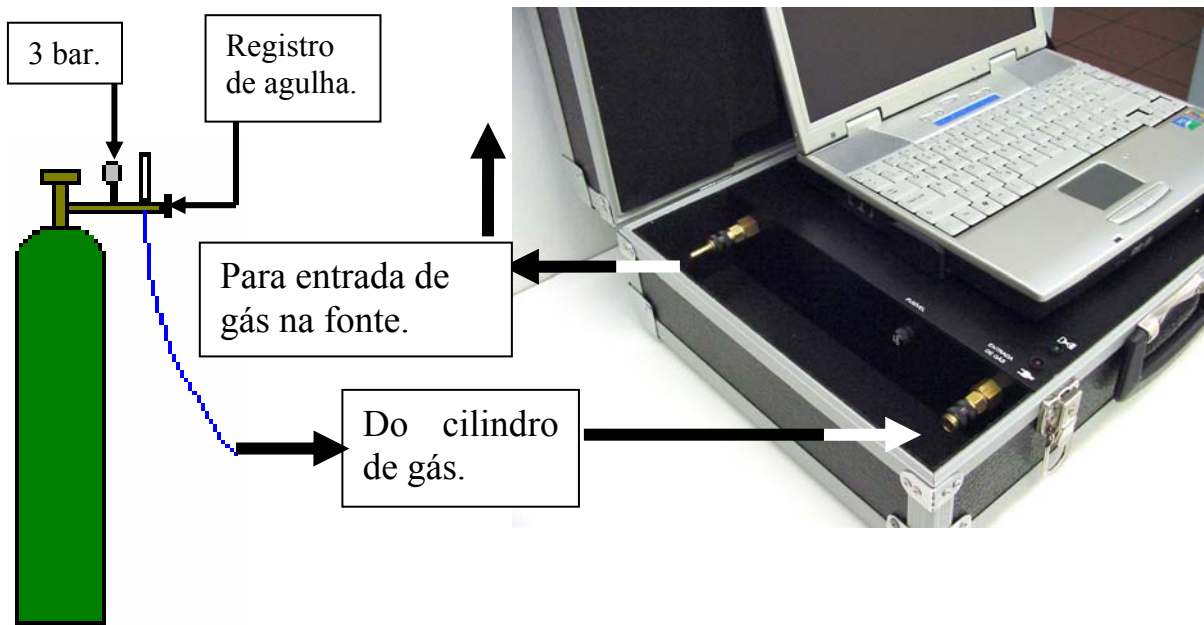

Fig. 7a: Conexões do gás para medição durante a soldagem.
a) Conectar a mangueira de gás através de engate rápido, obedecendo o sentido de fluxo indicado. A conexão é feita antes da entrada de gás na fonte. Esta opção, embora seja um pouco elaborada, permite medir a vazão durante a soldagem. A calibração é válida para uma pressão de 3 bar no cilindro, ajustando-se a vazão com um registro de agulha. Ver Fig. 7a.